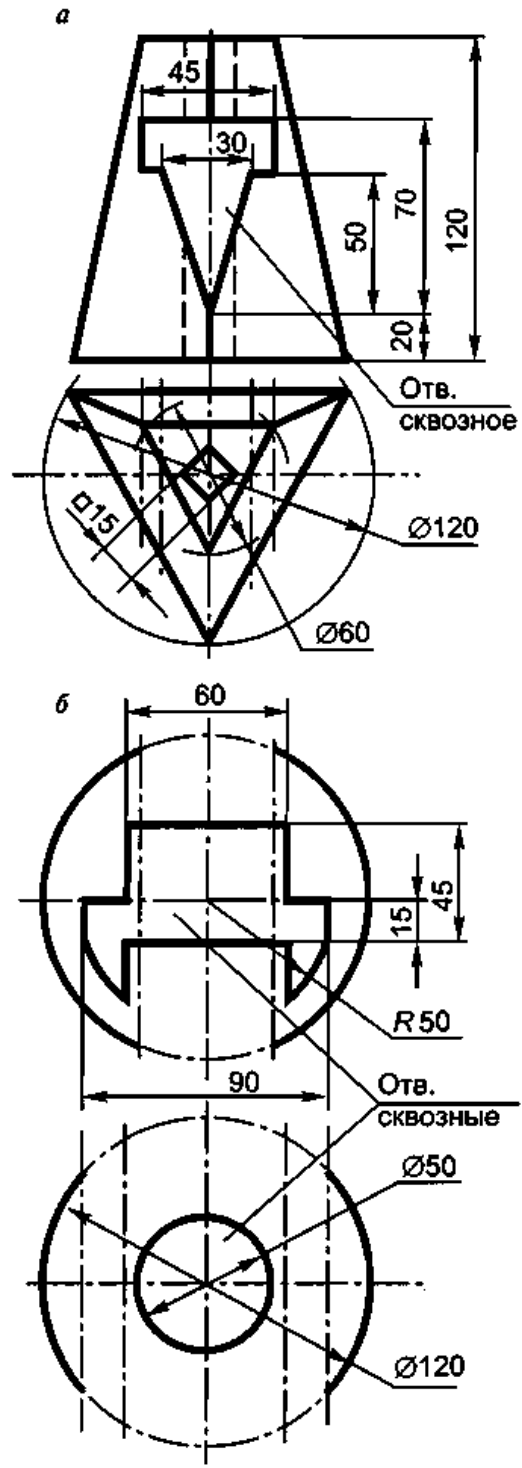

Рис. 2.40
30. Выполнить чертежи треугольной пирамиды (а) и сферы (б) с окнами в трех проекциях с тремя разрезами каждой (рис. 2.40).